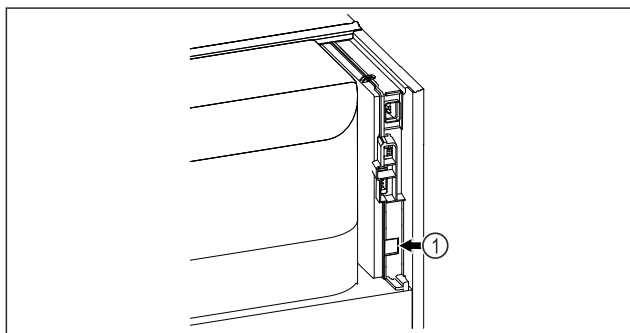

Fig. 73
- SmartModule Fig. 73 (1) установлен.